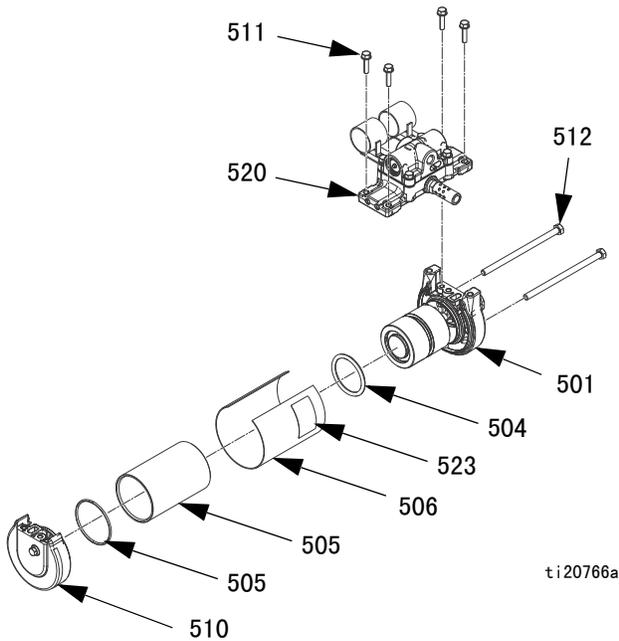

图 52
拆卸 (参见图 52):
4. 使用 10 毫米套筒卸下四个螺钉 (511)，以卸下空气歧管组件 (520)。参见图 52。
5. 使用 13 毫米套筒卸下两个螺栓 (512)，然后卸下空气马达顶盖 (510)。
6. 卸下 O 形圈 (504) (位于活塞 (519))，并丢弃。
重新组装 (参见图 52):